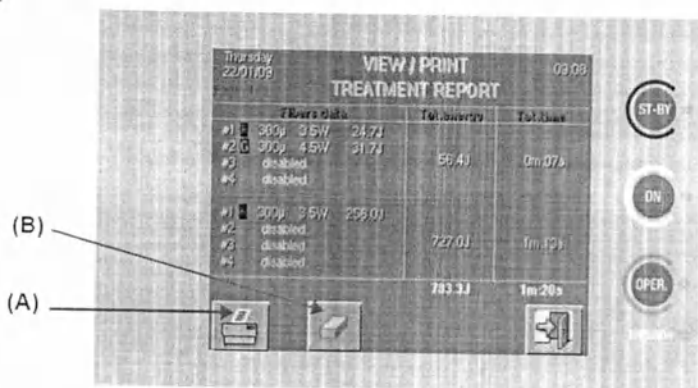

Рис. 25 – Меню «Печать»
Для печати отчета нажмите на область, обозначенную (A) на Рис.25: пользователь должен будет выбрать между «detailed» (подробный) и «standard» (стандартный) форматами.
Оператору предлагается обнулять отчет при начале лазерной процедуры на новом пациенте, в противном случае смешиваются данные разных пациентов: используйте функцию (B) на Рис. 25.